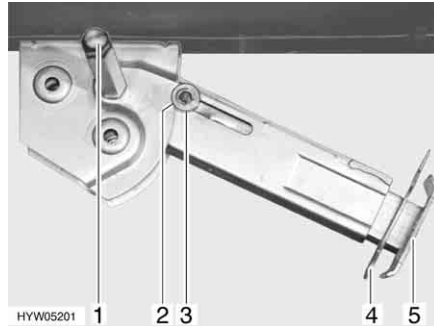

Bild 24 Stödben
- Placera hylsnyckeln på sexkanten (Bild 24,1) och vrid runt den tills stödbenet står rakt neråt.
- Drag ut sprinten (Bild 24,4) ur stödbensförlängningen (Bild 24,5).
- Placera hylsnyckeln på sexkanten (Bild 24,1) och vrid runt den tills stödbenet inte längre sitter mot marken.
- Skjut in stödbensförlängningen (Bild 24,5) helt och sätt in sprinten (Bild 24,4) i borrhålet på stödbensförlängningen.
- Vrid på sexkanten (Bild 24,1) med hylsnyckeln tills stödbenet har svängts upp och styrbrickan (Bild 24,3) befinner sig längst upp i skåran (Bild 24,2).